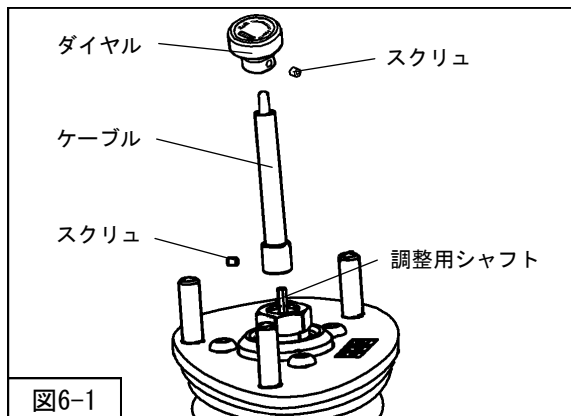

図6-1
1. 減衰力調整ケーブル（長・同梱品）をリアサスペンションASSY先端の調整用シャフトに取付けてください。（図6-1）
2. 調整用シャフト側面の平面部にスクリュの位置を合わせ、ケーブルを固定してください。スクリュの締付けは六角レンチ（1.5mm・同梱品）を使用してください。（図6-1）